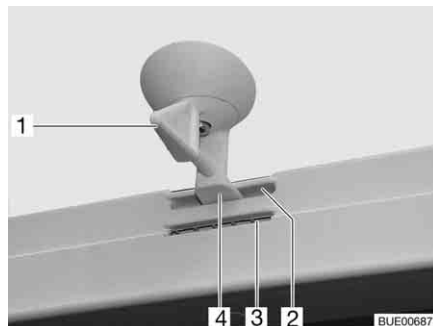
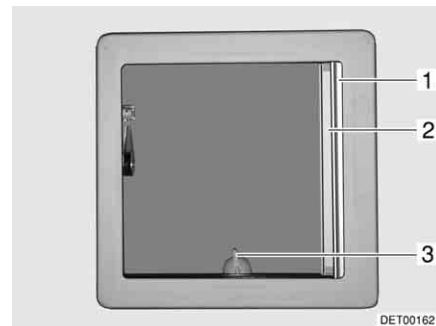

Fig. 64 Oblò inclinabile, bloccaggio
Fig. 65 Oblò inclinabile
- Ruotare la leva (Fig. 64,1 o Fig. 65,3) di un quarto di giro.
- Girare la leva di un quarto di giro. Il bloccaggio (Fig. 64,4) deve entrare nella feritoia inferiore (Fig. 64,3).
- Girare la leva di un quarto di giro. Il bloccaggio (Fig. 64,4) deve entrare nella feritoia superiore (Fig. 64,2).
- Tirare la tendina oscurante pieghevole (Fig. 65,1) fino alla posizione desiderata e rilasciare. La tendina oscurante pieghevole rimane in questa posizione.
- Estrarre la zanzariera a rullo (Fig. 65,2) fino a quando non scatta il bloccaggio dalla parte opposta.